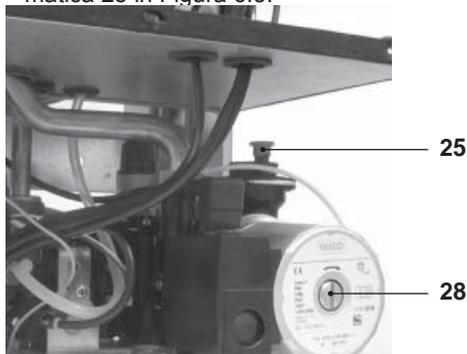

Figura 6.3
- Alzare il tappo della valvola di sfiato automatica 25 in Figura 6.3.
- Togliere il tappo 28 in Figura 6.3 e sbloccare la pompa ruotando il rotore con un cacciavite.